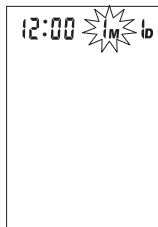

Fig. 1
1. Con la unidad apagada, pulse y libere simultáneamente los botones de encendido **POWER** y de **M**. Comenzará a parpadear el mes, *Fig. 1*.